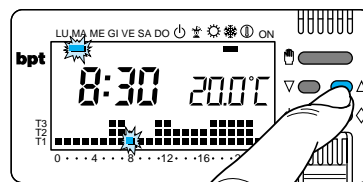

Fig. 18
3.7 - Premere il pulsante  oppure  fino a raggiungere il giorno in corso (fig.18).